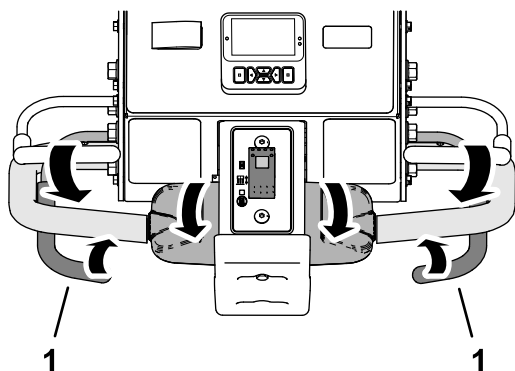

Figura 87
3. Cierre la barra de aireación izquierda o derecha (Figura 87).